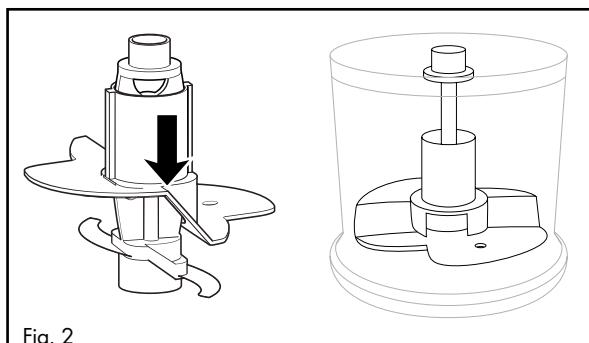

Fig. 2
- Pour 100 ml de crème, montez le disque émulsionneur sur le porte-lame **5** de sorte que le disque émulsionneur **6** s'applique sur les deux lames **7** et s'enclenche (fig. 2) :